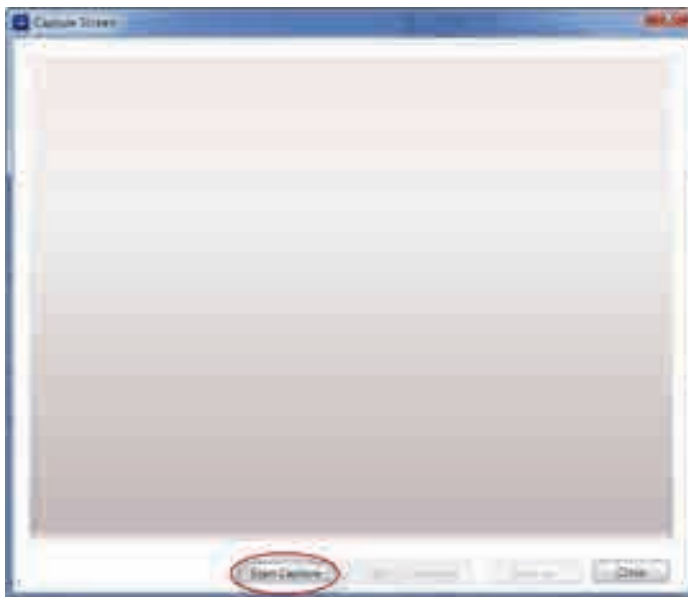

Рис. 6-7 Окно Capture Screen (Сделать снимок)
Откроется диалоговое окно **Capture Screen** [Экранный снимок] (см. Рис. 6-7 на стр. 249).
4. В диалоговом окне **Capture Screen** щелкните **Start Capture** [Сделать снимок] (см. Рис. 6-7 на стр. 249).